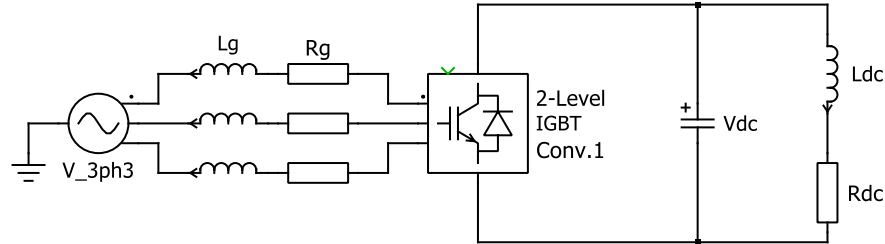

Figura 1: Rectificador controlado a implementar.
Considere un convertidor de 2 niveles operando como rectificador controlado. Como se muestra en la Figura 1. La red de corriente alterna (CA) tiene una tensión de 220 V (fase neutro) y frecuencia de 50 Hz. Por otro lado, los filtros del lado CA y lado de corriente continua (CC), y también la carga CC, se especifican en la Tabla 1.